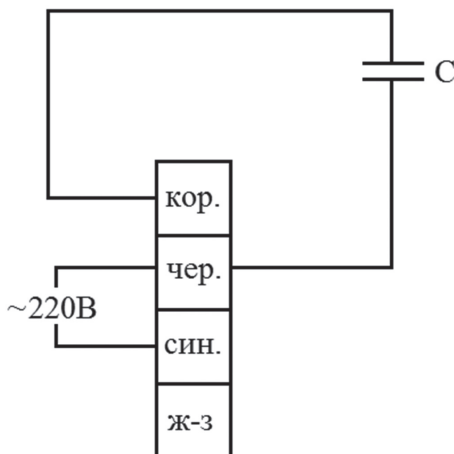

Рис. 2. Схема подключения вентиляторов ESQ ВКК.
4.1.3. Подключение вентилятора осуществлять по схеме, приведенной на рис.2.